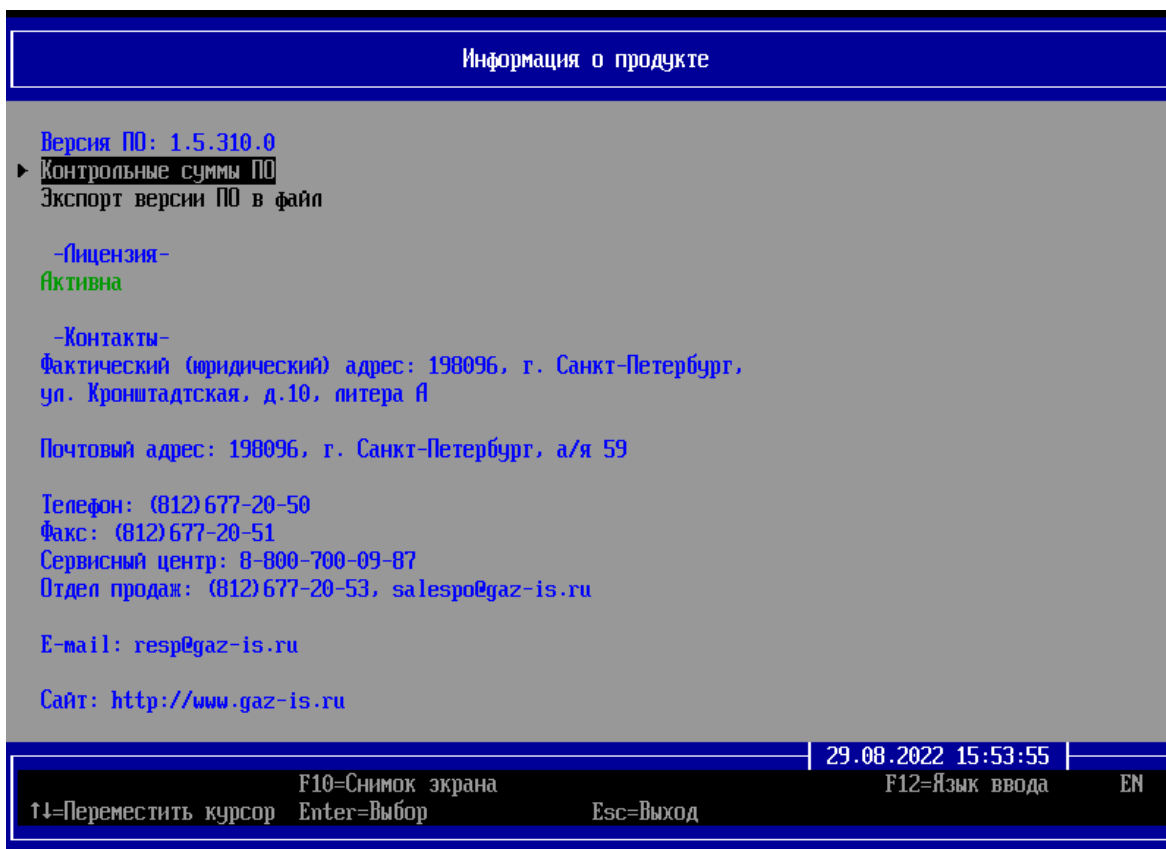

Рисунок 3.1 – Общая информация об изделии в консоли АБ
3.3 Для просмотра сведений о предприятии-изготовителе изделия из псевдографической консоли АБ необходимо в главном окне консоли АБ перейти в подраздел **«Информация о продукте»** (рисунок 3.1).